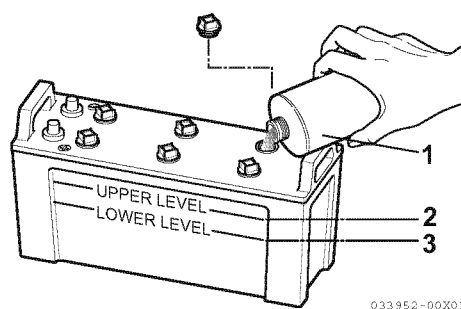

Figura 5
1. Remova o tampão da porta do enchedor de óleo amarelo (1, **Figura 5 na página 28**). Remova os plugues de drenagem (ambos, esquerda e direita) na porção inferior do recipiente do óleo e drene o óleo do motor.
4. Se o nível está abaixo do mínimo, encha o nível (3, **Figura 5**), encha com água destilada (1, **Figura 5**) (disponível em lojas) até o limite superior (2, **Figura 5**) da bateria.